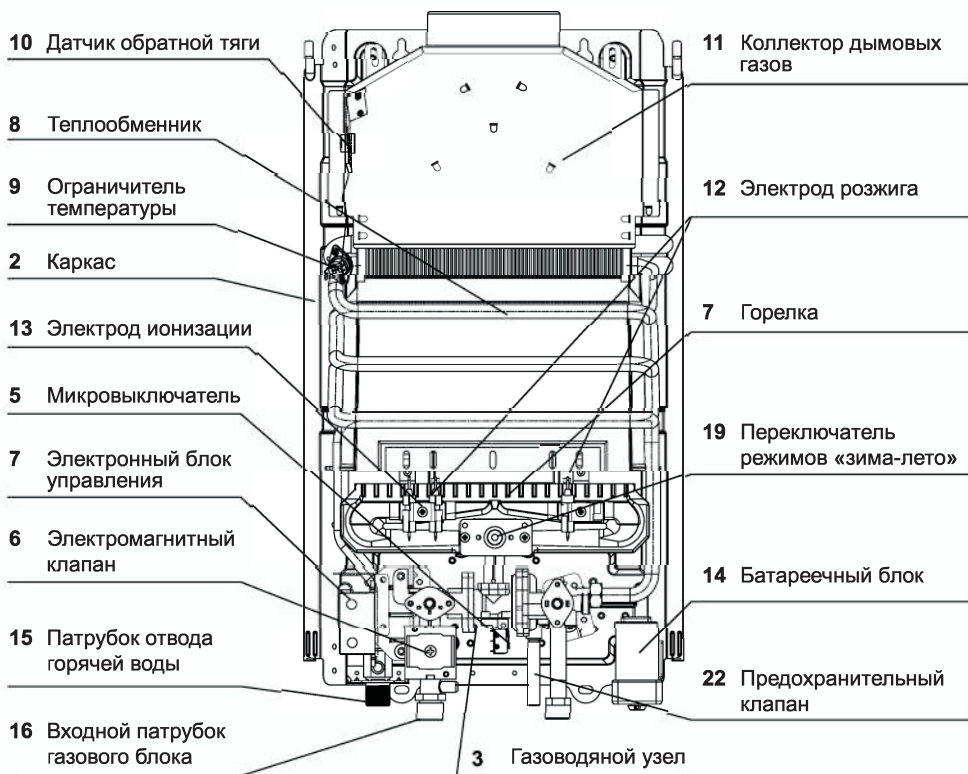

Рис. 1
Составные части изделия, поясняющие принцип устройства аппарата и требующие технического обслуживания во время эксплуатации, показаны на рис. 1.
2.6.1 Газовый проточный водонагреватель настенного типа имеет прямоугольную форму, образуемую съемной облицовкой **1**, установленной на каркасе **2** (см. рис. 1).
Газоводяная арматура 3 (см. рис.1) предназначена для включения аппарата и обеспечения регулирования температуры воды и расхода газа. Узел состоит из двух регуляторов: водяного и газового. Конструкция регулятора водяного обеспечивает доступ газа к основной горелке только при наличии протока воды, одновременно обеспечивая срабатывание электромагнитного клапана **6** (см. рис. 1).
- 3) открыть кран горячей воды. Во время протока воды должен произойти искровой разряд между электродами розжига 12 и горелкой 7 (см. рис.1).